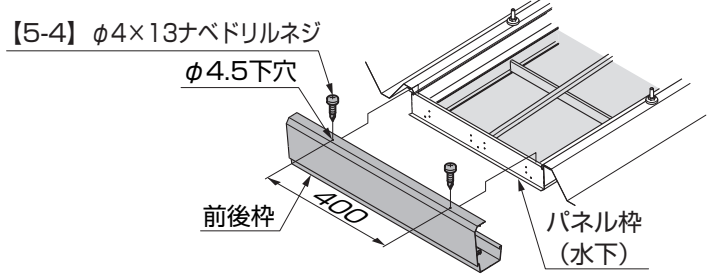

図7-7 前後枠の取付け
⑨前後枠にφ4.5の穴加工をしてください。(図7-7参照)
⑩前後枠をパネル枠に【5-4】で取付けてください。(図7-7参照)